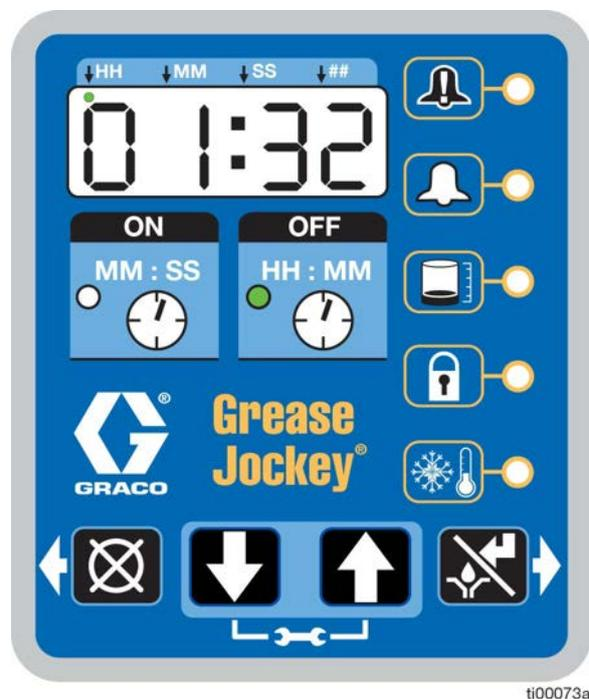

FIG. 36
Une fois la configuration terminée, la pompe lance automatiquement la séquence de temps d’arrêt (Fig. 36).
- L’exemple illustré à la FIG. 36 montre un temps d’arrêt de 1 heure et 32 minutes avant le début du cycle de lubrification.
- Quand le compte à rebours du temps de MARCHE arrive à zéro (0), la pompe s'éteint à nouveau et le système fonctionne à nouveau en cycle de temps d'arrêt et la DEL de temps d'arrêt s'allume (FIG. 36).